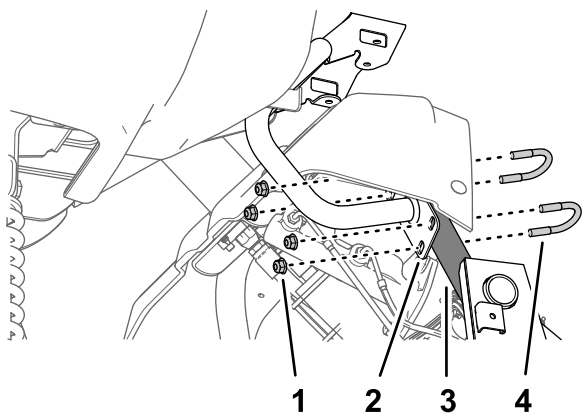

图 161
3. 用 2 个 U 形螺栓和 4 个凸缘锁紧螺母 5/16 英寸将监控器安装架的底板组装到机器底板的支撑管上 图 161。